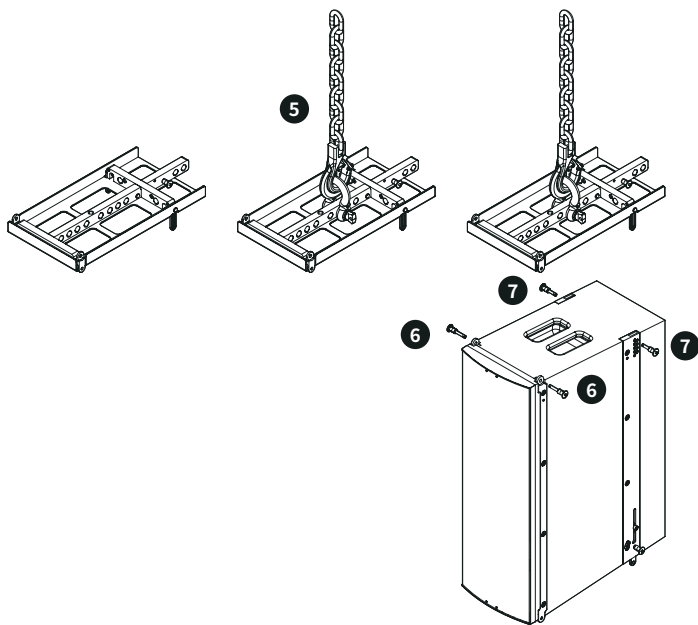

图 16. 连接 M-F3A FS 低音音箱到 M-F3A FS BF 吊架
5. 根据所需的倾斜角度选择相应的孔位，使用合适的卸扣将 M-F3A FS BF 吊架连接至起重链条，如图16所示。
7. 通过 M-3A FS BF 吊架后侧的折叠式连接臂固定顶部安全插销，从而完成低音音箱上后部的锁定。请参见图 16。